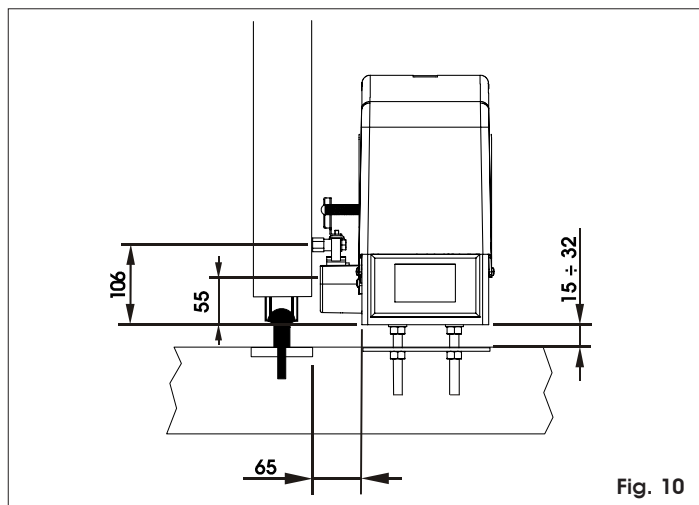

Fig. 10
- 3) Régler la hauteur des pieds et la distance du portail en se reportant à la Fig.10. **Nota:** opération nécessaire pour la fixation correcte de la crémaillère et pour pouvoir, plus tard, effectuer de nouveaux réglages en hauteur éventuels du moteur.